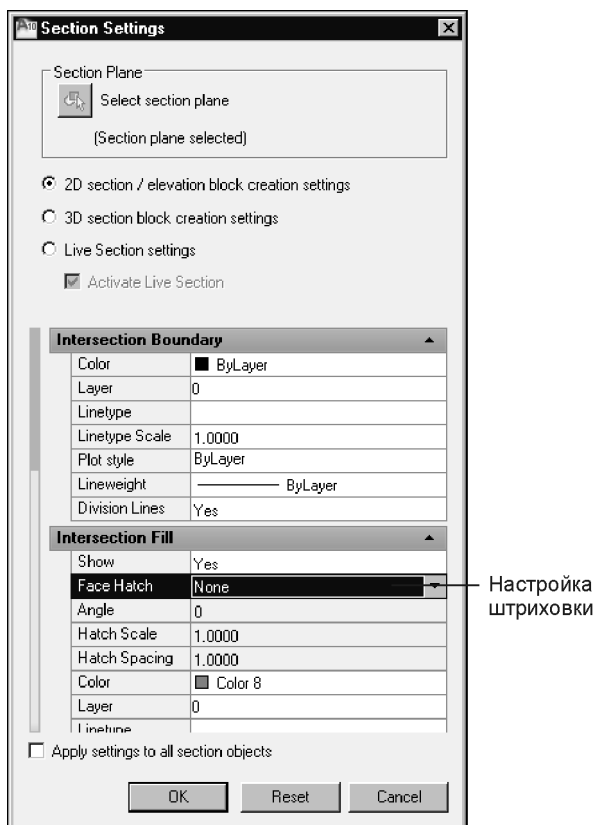

Рис. 9.11. Диалоговое окно **Section Settings** для настройки параметров сечения
- щелкните кнопку **Section Settings** (Параметры разрезов), чтобы вызвать одноименное диалоговое окно (рис. 9.11), в котором настройте параметры линий и штриховки создаваемого сечения;